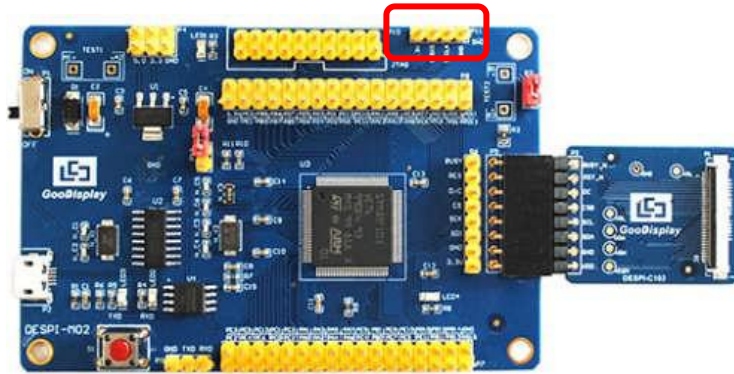

图 10 SWD 接口
- 1) 如图 10 所示，开发板预留了四线 SWD 接口，可以将其通过杜邦线接在仿真器对应接口上，连接仿真器到计算机。